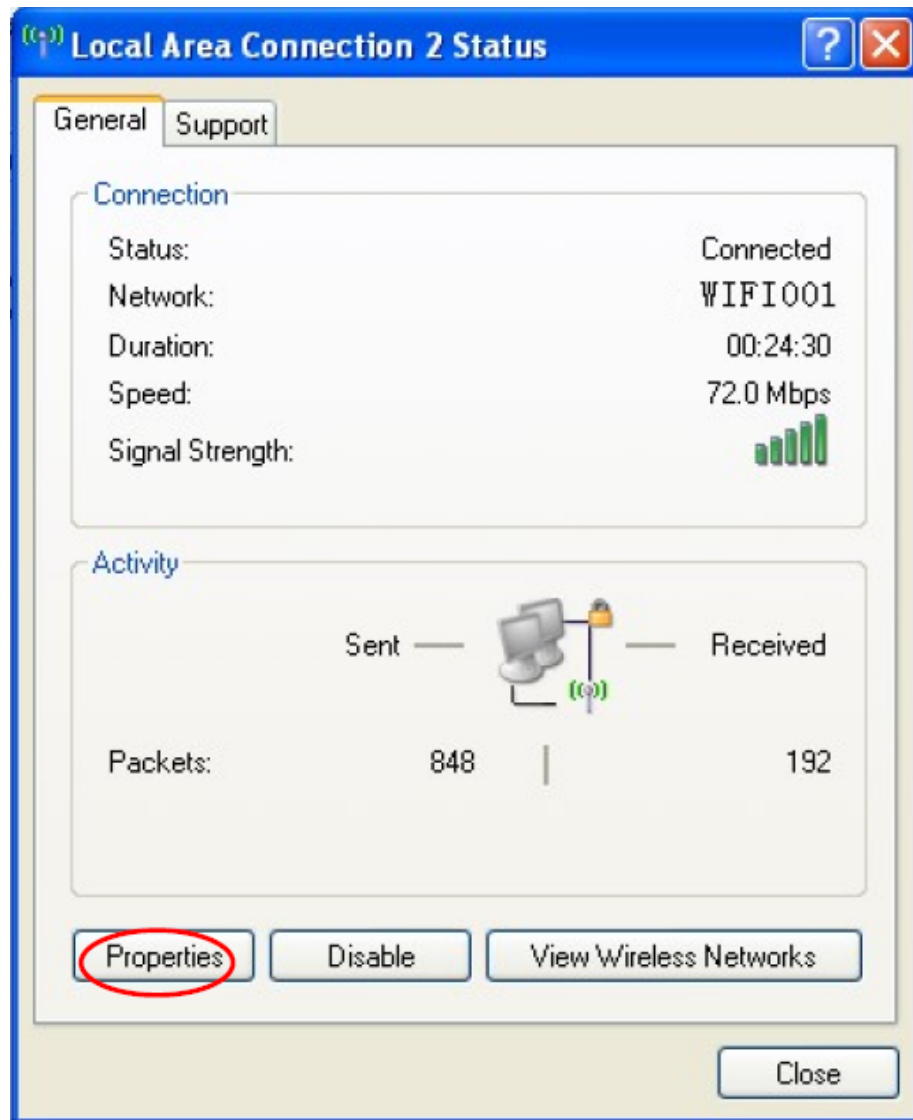

Figura 9
② Aparece la caja de dialogo “Wireless Network Connection Status”, haga click en “Properties” (como se muestra en la Figura 9).